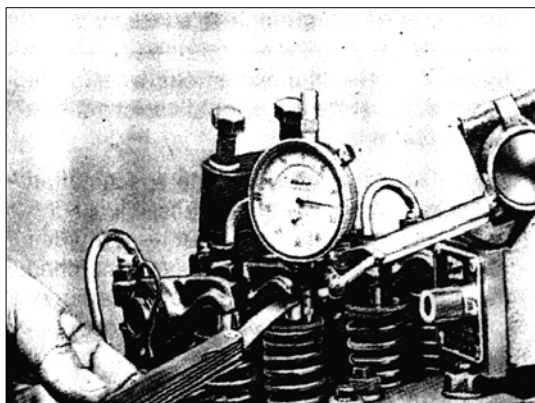

РИС. 111
- 2) Проверьте и при необходимости отрегулируйте зазор клапанов. Устраните зазор выпускного клапана №1, вставив щуп толщиной 0.2 между штоком клапана и коромыслом (рис. 111).